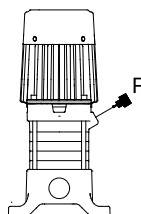

Рис. 5
2. снять заправочную пробку Р (рис. 5).